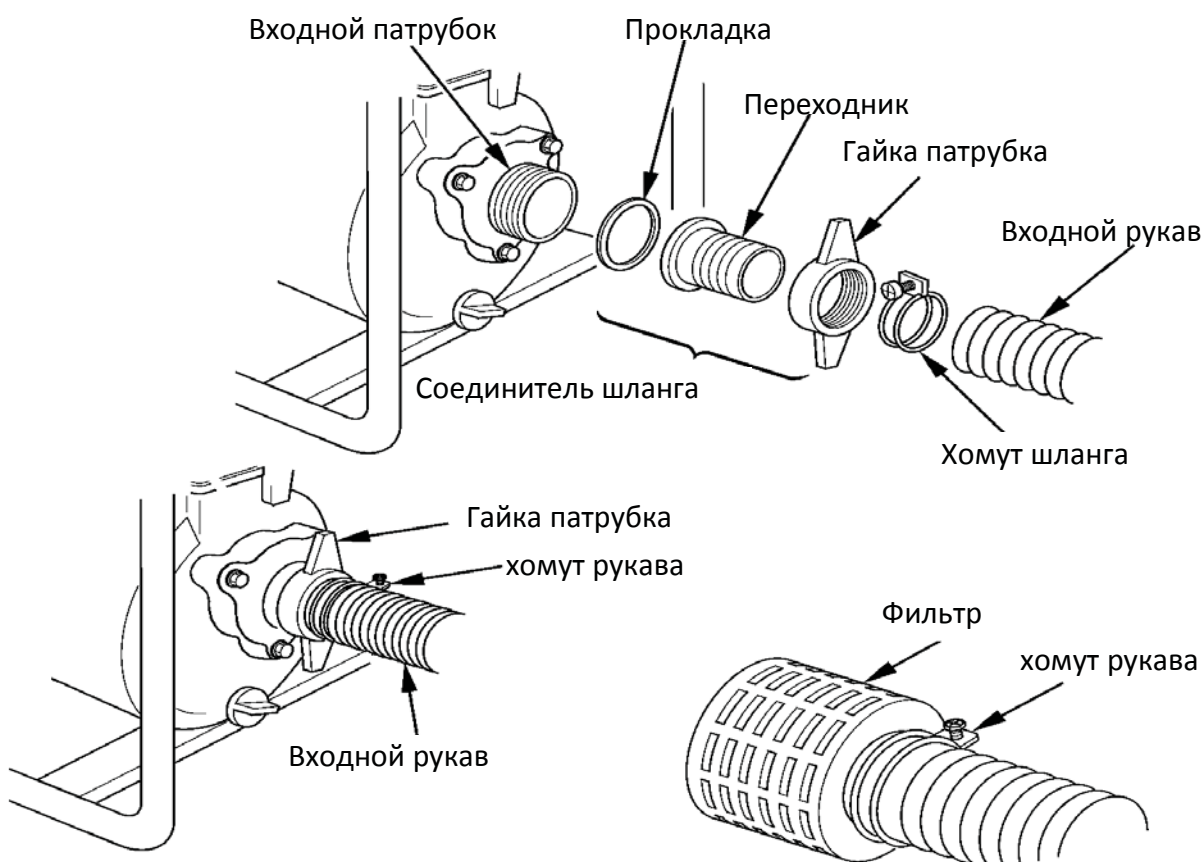

рис.7
3. смонтировать детали всасывающего и подающего тракта, для этого используйте имеющиеся в продаже рукава, и штатные соединители и хомуты. необходимо использовать несминаемые(гофрированные) рукава, исключаящие «переламывание». Длина всасывающего рукава не должна превышать требуемую расчетную величину, так как от этого зависит максимальная эффективность работы насоса. Последовательность соединения показана на рис.7